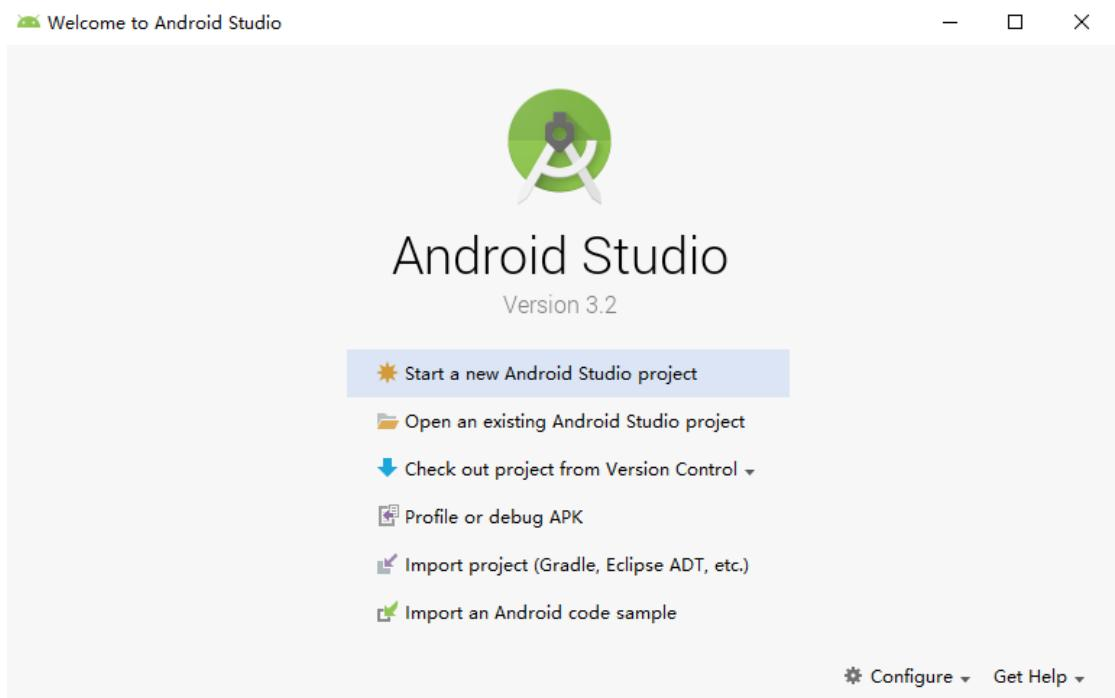

图 1 工程导入选项
- 2)运行 Android Studio，选择“Open an existing Android Studio project”，如图 1 所示。